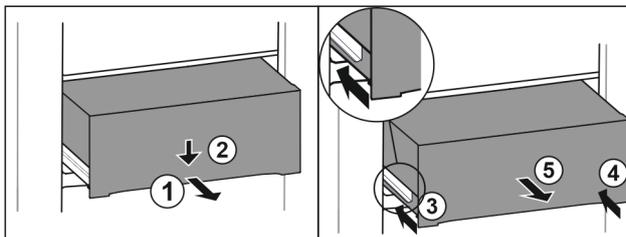

Fig. 146
- ▶ Tirer le tiroir jusqu'à mi-chemin. Fig. 146 (1)
- ▶ Appuyer sur l'avant du tiroir vers le bas. Fig. 146 (2)
- ▶ Insérer le rail gauche d'env. 2 cm. Fig. 146 (3)
- ▶ Insérer le rail droit d'env. 2 cm. Fig. 146 (4)
- ▶ Retirer le tiroir par l'avant. Fig. 146 (5)